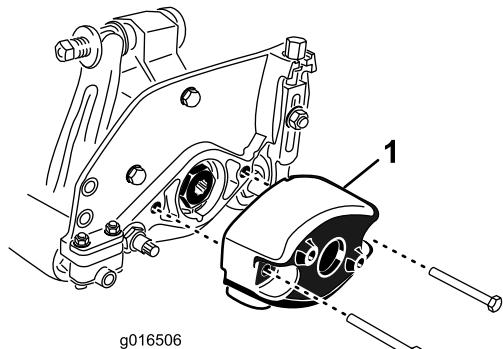

Figura 9
- Remova os 2 parafusos que fixam o contrapeso à extremidade esquerda da unidade de corte. Remova o contrapeso (Figura 9).
contrapeso com os parafusos previamente removidos (Figura 9). Aperte os parafusos com 16 a 20 Nm.